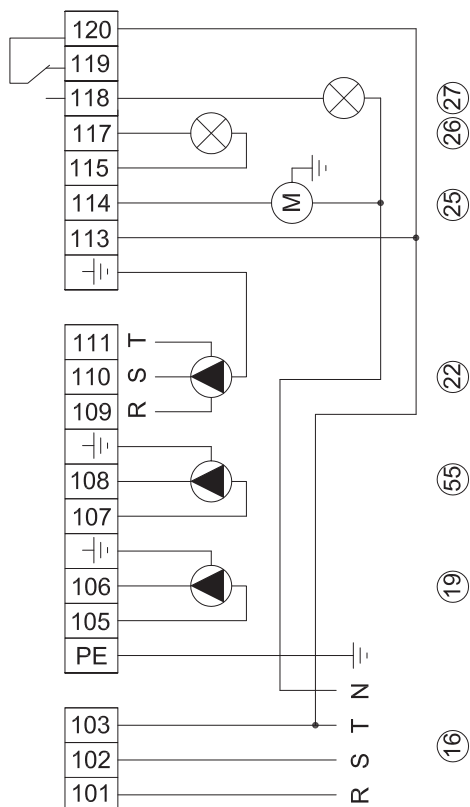

Figura 5-20 - Collegamenti elettrici
Per l'allacciamento del cavo del termostato ambiente, procedere come di seguito (fare riferimento alla Figura 5-20):
- 1.-collegare il sensore della temperatura esterna ai morsetti "16" e "17" (particolare "32") di Figura 5-20;
La temperatura di mandata può essere controllata tramite un ingresso 0-10Vdc o 4-20mA, che va collegato ai morsetti "14" e "15" di Figura 5-20.
La potenza del bruciatore può essere controllata tramite un ingresso 0-10Vdc o 4-20mA, che va collegato ai morsetti "14" e "15" di Figura 5-20.
L'apparecchio può essere controllato tramite protocollo MODBUS RTU. I morsetti di collegamento di tale protocollo sono il "36", "37" e "38" di Figura 5-20 (particolare "52").
Il contatto di allarme è presente nei morsetti "115" e "117" di Figura 5-20 (particolare "26"). E' una uscita a 230Vac che può sopportare un carico massimo di 1A.
L'apparecchio per produrre acqua calda sanitaria deve essere collegato ad un bollitore. Il collegamento idraulico deve essere eseguito come da Figura 5-10 o similare. Per il collegamento elettrico occorre procedere come di seguito (fare riferimento alla Figura 5-20):
Legenda di Figura 5-20